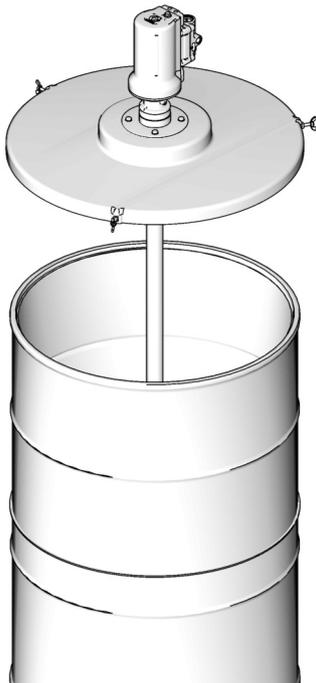

FIG. 9
7. Introduisez le tube descendant de la pompe dans le centre de l'œillet en caoutchouc du plateau suiveur (FIG. 9).